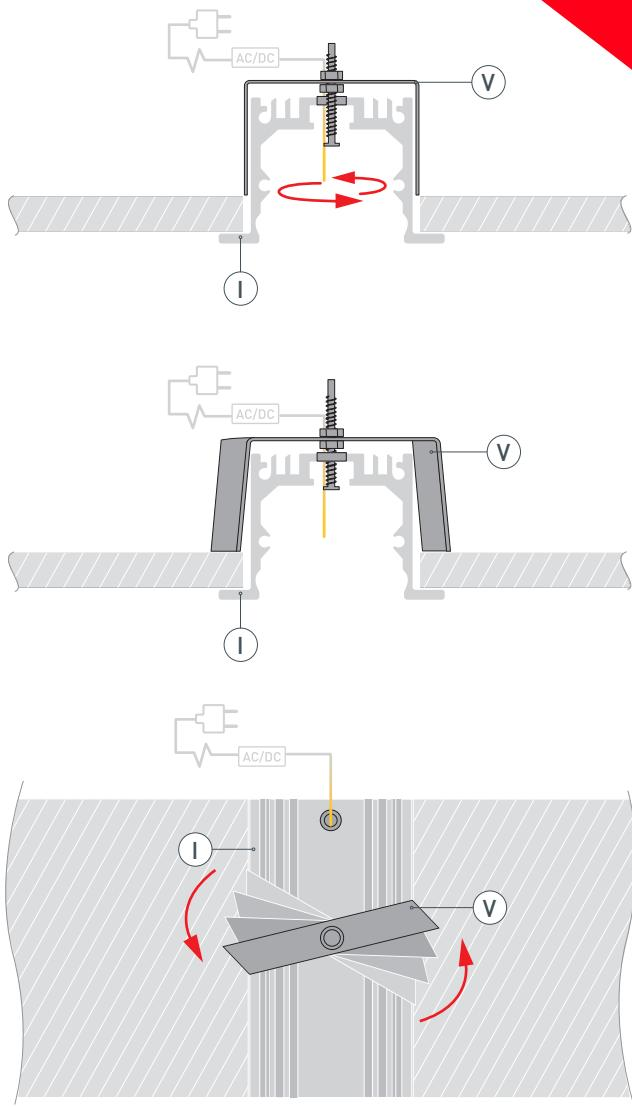

Рис. 2. Фиксация держателя, вид сверху
- 3** / Проведите кабель питания через изоляционную втулку в профиле **I** и установите профиль **I** в паз на поверхности. Чтобы зафиксировать профиль **I** на поверхности, поверните держатель **V** таким образом, чтобы его ребра плотно прижались к боковым стенкам профиля (рис. 2.). Положение держателей **V** зафиксируйте с помощью винтов из комплекта.